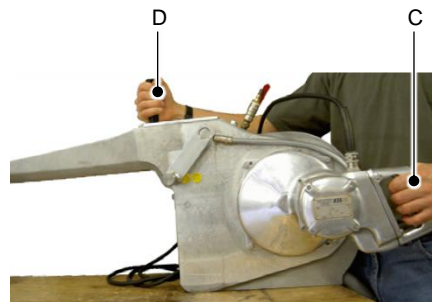

Fig. 6.2 – Allumage de la scie à ruban (à une main)
**EFA SB 287 E et EFA SB 289 E, EC – voir fig. 6.2 –**